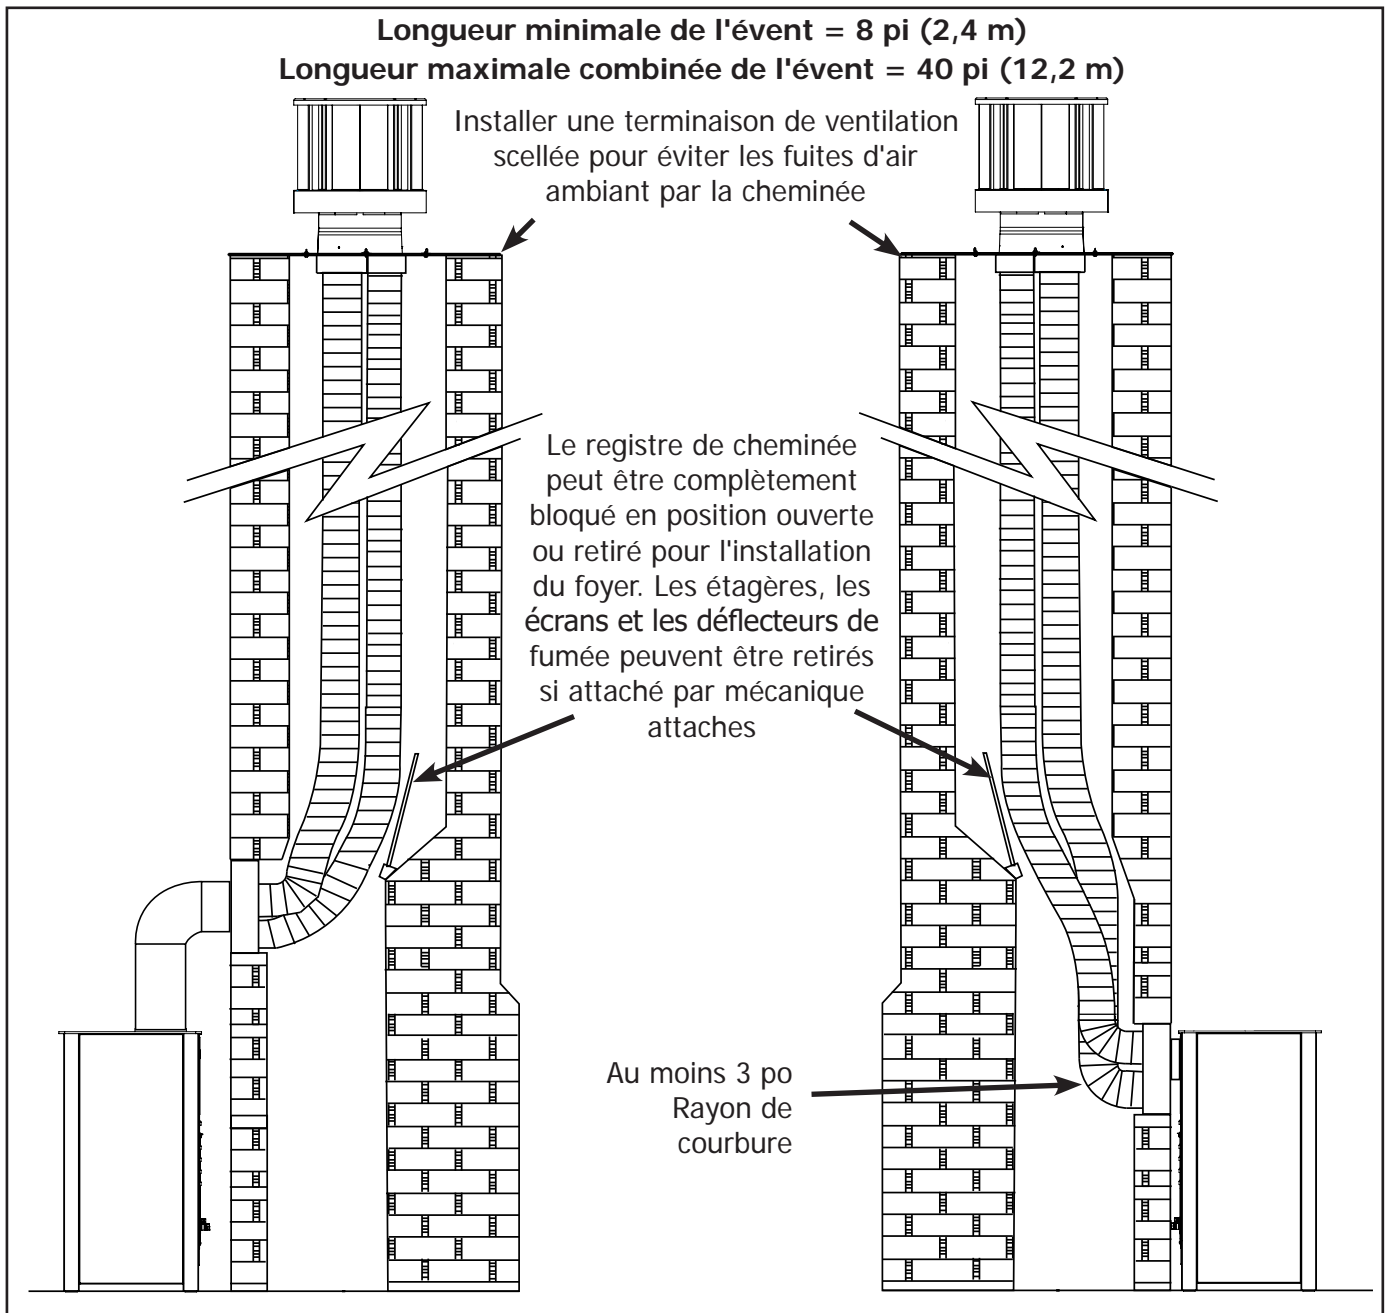

Figure 41: Ventilation colinéaire minimale et maximale
La figure 41 ci-dessous montre la gamme de configurations d'évacuation colinéaires possibles si l'appareil est ventilé par le haut ou par l'arrière, **pour les terminaisons verticales uniquement**. Mesurez la hauteur de la cheminée au préalable et achetez la longueur d'évacuation appropriée. N'essayez jamais d'étirer excessivement une gaine flexible pour s'adapter à la hauteur de la cheminée. Chaque joint de l'évacuation doit être fixé avec trois (3) vis à tête HWH n° 8 x 3/8 po et un produit d'étanchéité approprié (silicone ou ciment pour poêle). La cheminée du foyer doit être propre, en bon état de fonctionnement et construite avec des matériaux non combustibles. Assurez-vous que tous les regards de nettoyage de cheminée sont bien serrés et ne permettront pas à l'air de s'infiltrer dans la cheminée.